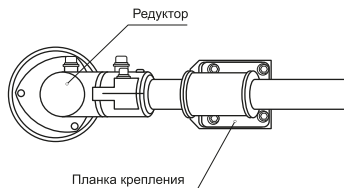

Рис. 4
- Совместите отверстия в защитном кожухе с отверстиями в планке крепления (рис. 4).